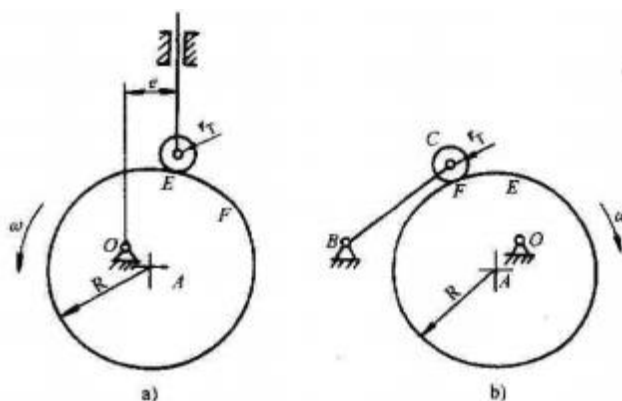

图 4-17
4-6 在图 4-17 所示的两个凸轮机构中，凸轮均为偏心轮，转向如图。已知参数为
- (1) 从 E 点接触的到 F 点接触凸轮所转过的角度  $\varphi$  ；
- (2) F 点接触时的从动件压力角  $\alpha_F$  ；
- (3) 由 E 点接触到 F 点接触从动件的位移  $s$  (图 4-17 a) 和  $\varphi$  (图 4-17b) ；
- (4) 画出凸轮理论轮廓曲线，并求基圆半径  $r_b$  ；
- (5) 找出出现最大压力角  $\alpha_{\max}$  的机构位置，并标出  $\alpha_{\max}$  。